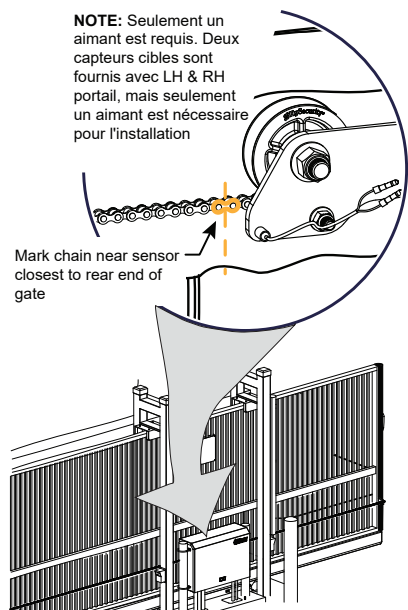

Figure 3. Marquez le maillon de chaîne
1. Quand le portail est FERME, marquez le maillon de chaînedirectement en face du capteur cible Figure 3.